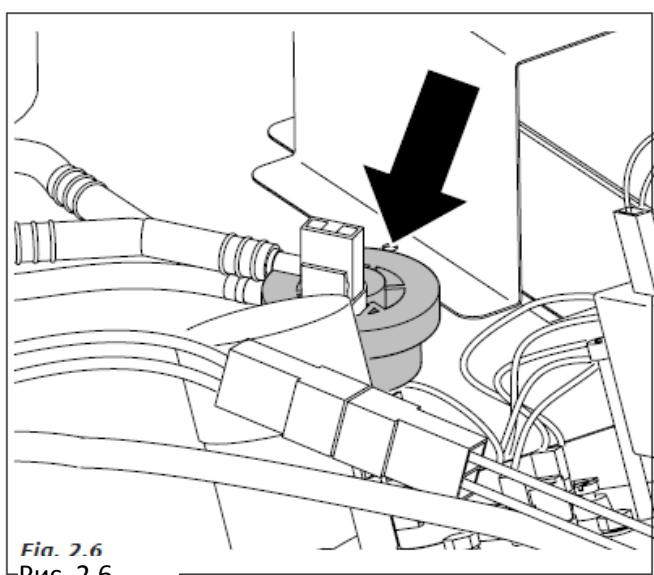

Рис. 2.6
- помпа, работа которой контролируется специальным электронным устройством, (объемный расходомер или датчик воды), подает запрограммированное количество воды, извлекая ее из бойлера (Рис.2.6).